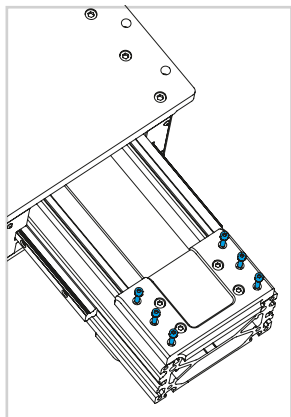
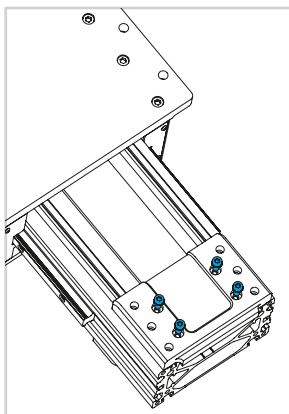
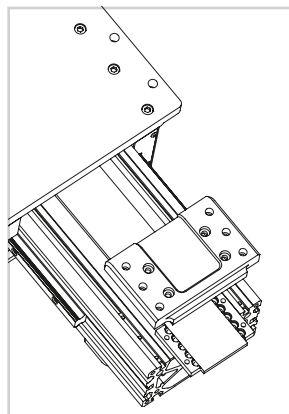

Fig. 10
Fig. 11
Fig. 12
- 6) Rimuovere tutte le viti della piastra di bloccaggio inferiore della cinghia e staccarla dall'attuatore (vedi Fig. 10, Fig. 11 e Fig. 12).